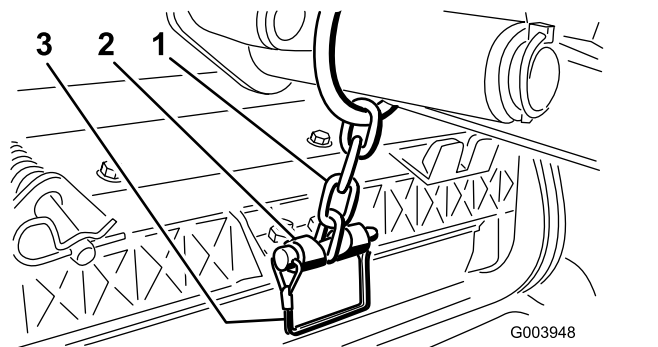

図 12
14. スナッパピンで、昇降アームのチェーンをチェーンブラケットに固定する 図 12。